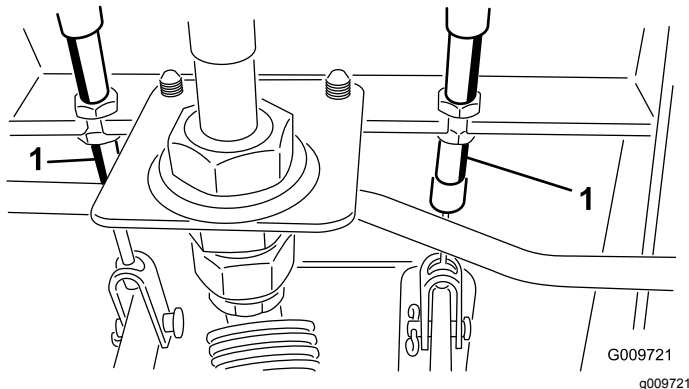

Figura 73
- A. Afloje la tuerca delantera del extremo roscado del cable de freno (Figura 73).